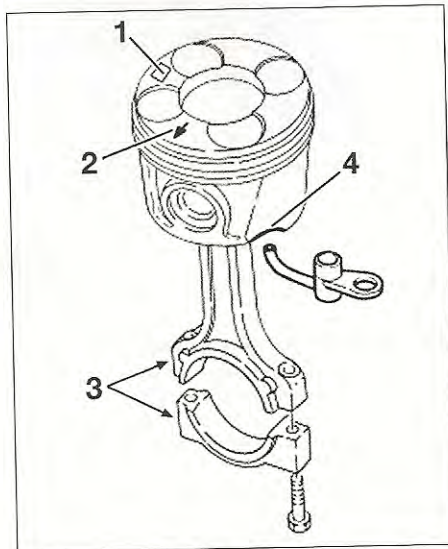

FIG. 33
Respetar la clase (1) y la posición de montaje del pistón con relación a la biela. Montar la biela sobre el pistón de manera que el número estampado en la biela (3) esté colocado en la parte opuesta del hueco del surtidor de aceite en el pistón (4). La flecha (2) en la cabeza de pistón debe estar orientada lado distribución (fig. 33).